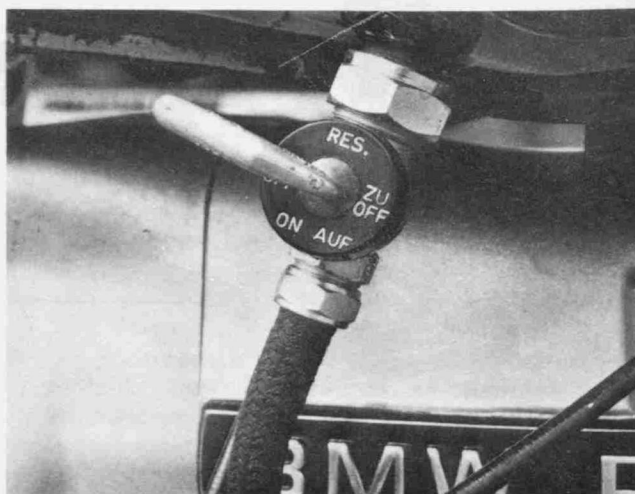

Bild 275
- Sollen die Kraftstoffhähne ausgebaut werden, muss der Kraftstoffbehälter geleert werden. Das obere Gewinde des Kraftstoffhahns ist ein Linksgewinde. Die obere Verbindungsmutter gegen den Uhrzeigersinn drehen und das Gehäuse des Kraftstoffhahns festhalten. Beim Wiedereinbauen neue Dichtung verwenden. Schraube am Stutzen des Kraftstoffbehälters und am Kraftstoffhahn gleichzeitig aufdrehen. Der breitere, glatte Teil der Mutter muss oben liegen (Bild 275).